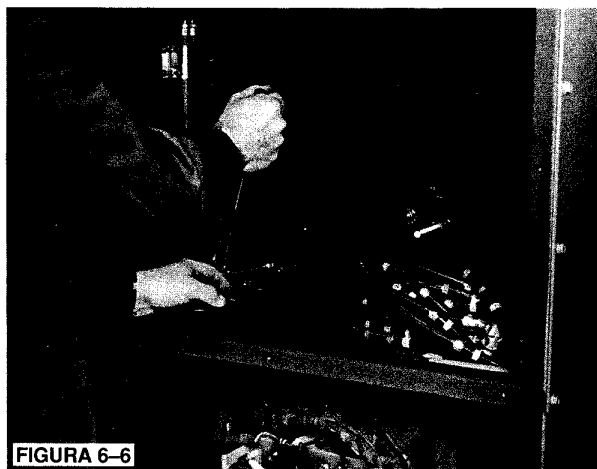

FIGURA 6-6
3. Quite los pernos que mantienen a la caja de conducto en su lugar. (Figura 6-6.)